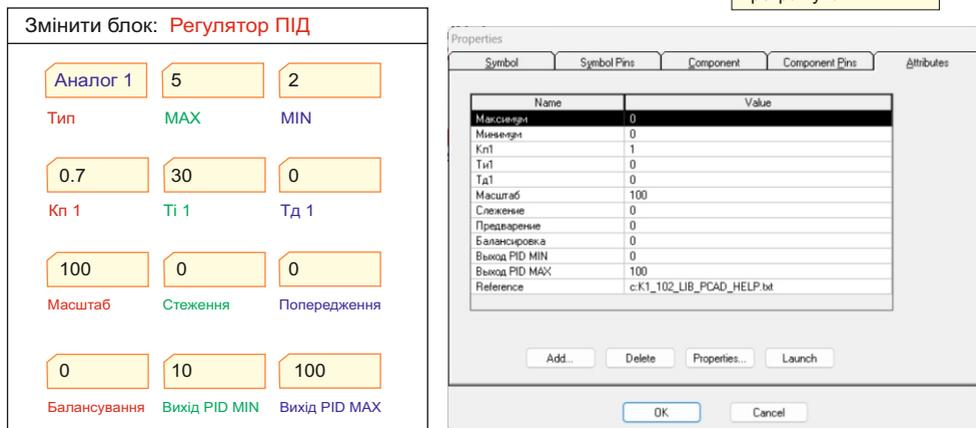

Рис. 47 Конфігуратор блока "Регулятор" (Тип Аналог 1)
4.9 Конфігуратор блока містить наступні конфігураційні вікна (Рис. 47):